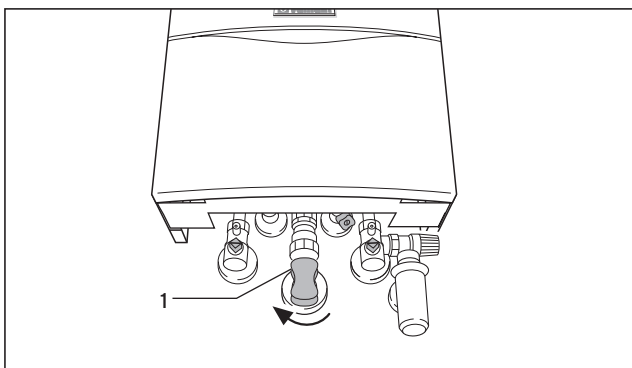

Abb. 2.1 Gasabsperrhahn schließen
- Gasabsperrhahn (1) am Gerät (Abb. 2.1) und Hauptabsperrhahn schließen